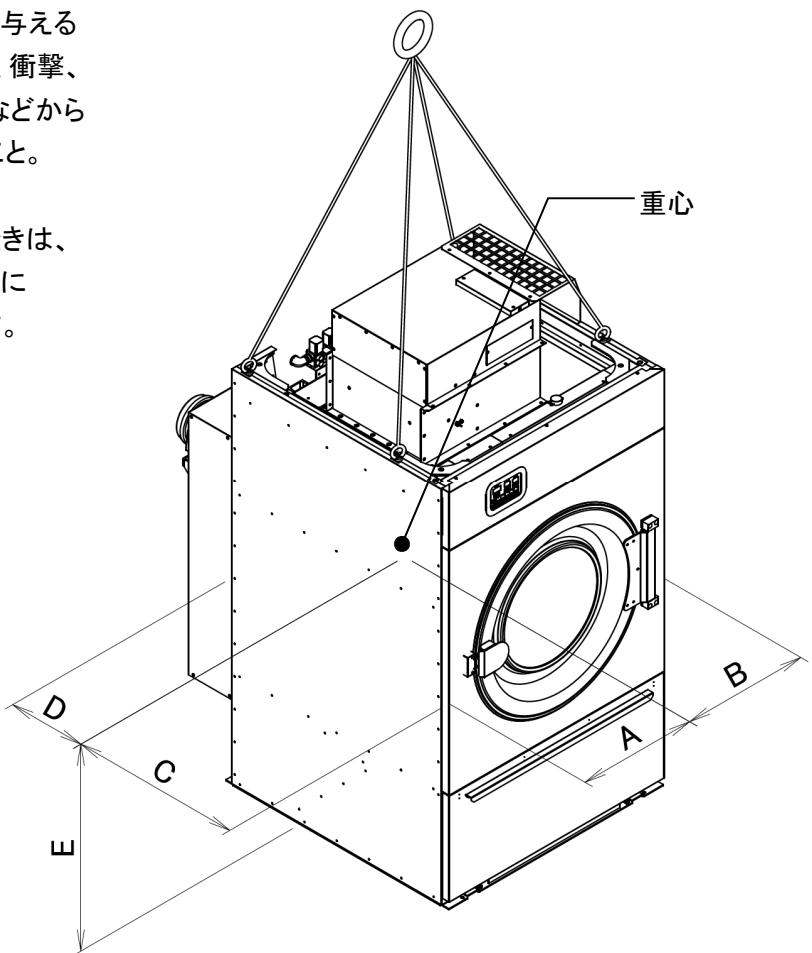

図 3-1
3) クレーン等で機械を吊り上げるときは、本体上部四隅(図 3-1)の 4ヶ所に必ずフックを掛けて吊り上げます。
4) 重量と重心(図 3-1)